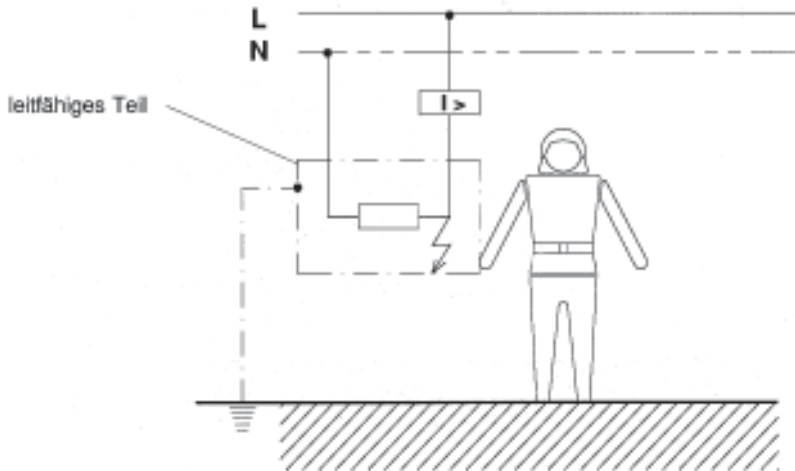

Bild 5 Fehlerstromschutz
- Der Schutz wird dadurch erreicht, dass ein Schalter das defekte Gerät abschaltet (Bild 5)